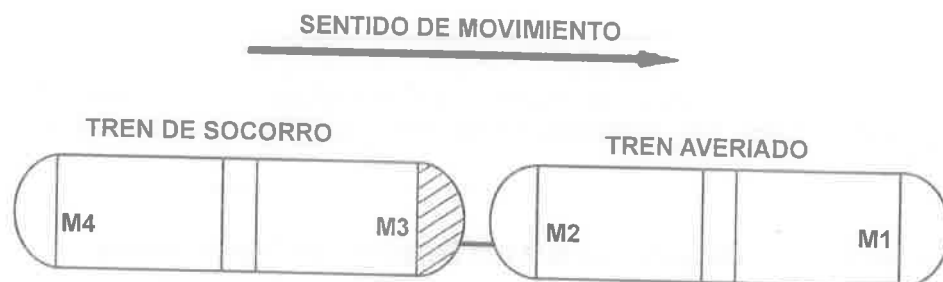

Figura 5-6. Tren socorro con cabina de mando en posición intermedia.
2. El tren de socorro debe acoplarse a una velocidad inferior a 5 km/h en el extremo trasero (Figura 5-6) o delantero (Figura 5-7) del tren averiado.